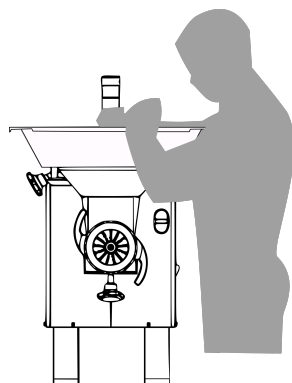

FIG. 3 POSICIÓN DE TRABAJO
1.- Antes de comenzar, posicione correctamente en uno de los lados del molino (**Ver Fig. 3**).
3.- Ponga el producto a moler sobre la charola (2).
4.- Alimente manualmente sobre la entrada del cabezal (13).
5.- Use el empujador (1) para introducir el producto sin forzar la entrada de éste.